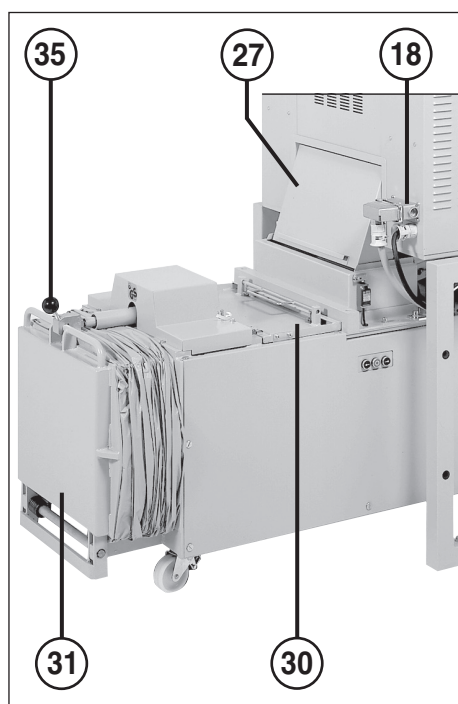

Fig. 2
Quando o espaço acima da fita de transporte traseira está completamente cheio de material a tritar devido a uma retenção na abertura de enchimento do compressor, a instalação desliga-se pela válvula de descarga levantada (27) (fig. 2).